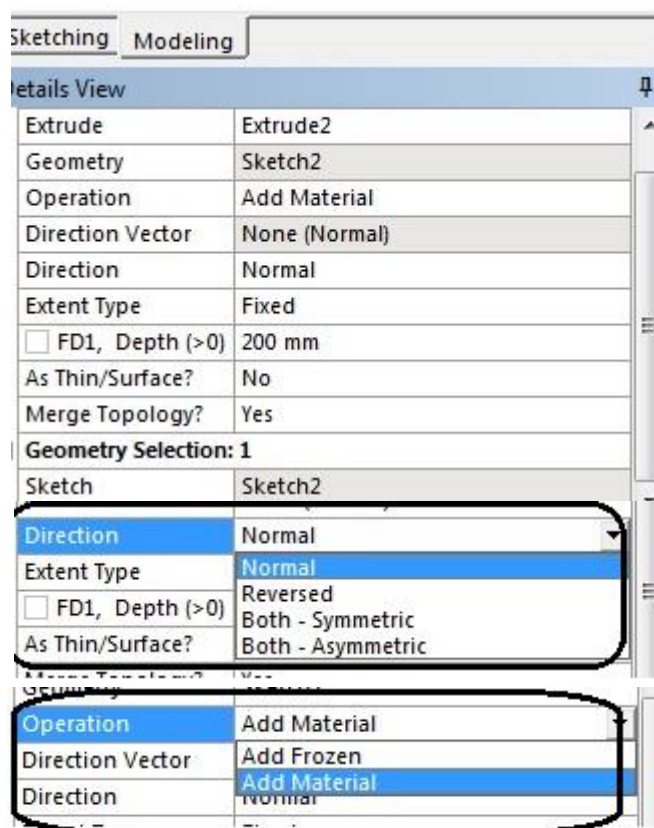

Рис. 8. Операція *Extrude*
3.3.13. На панелі меню вибираємо кнопку **Extrude** (рис. 8) для видовження побудованого ескізу рейки, а у вікні **DV** задаємо його точну довжину.